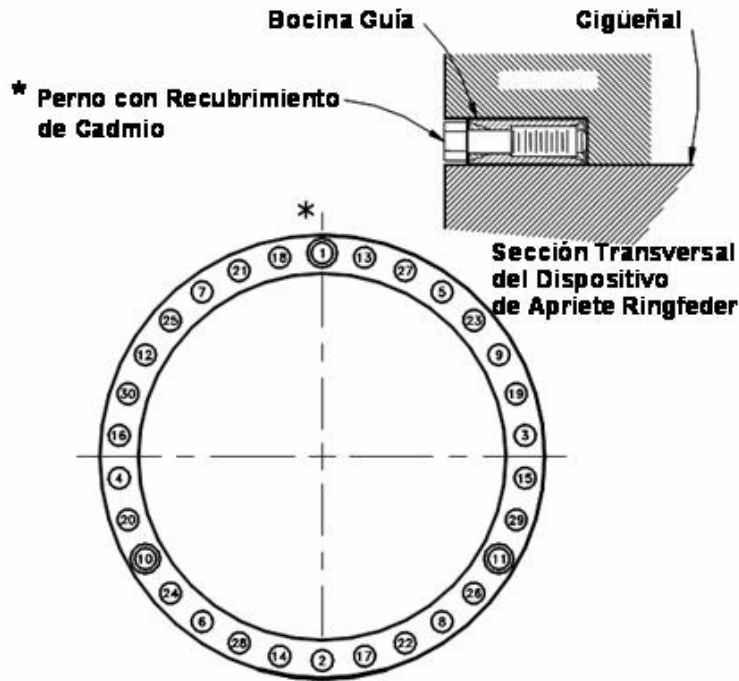

FIGURA 1
1. Asegurar el volante con un equipo de izamiento apropiado (correas de nylon). Con una llave hexagonal de 14mm, aflojar los tornillos del Ringfeder gradualmente en varias etapas, siguiendo la secuencia de apriete (ver figura 1) hasta que todos los tornillos estén flojos (no remueva los tornillos completamente).
La secuencia de apriete (ver figura 1) debe ser observada para cada una de las tres etapas.